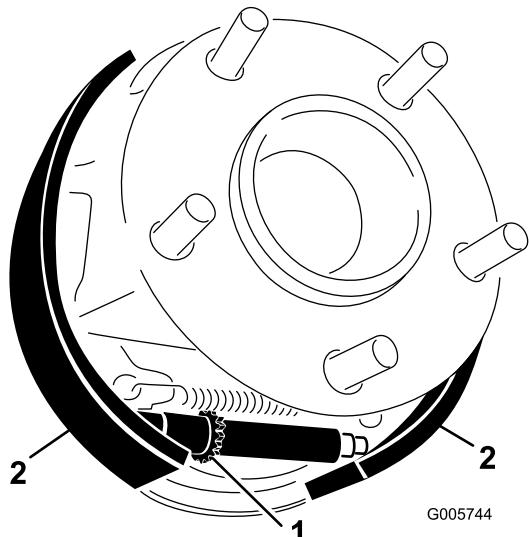
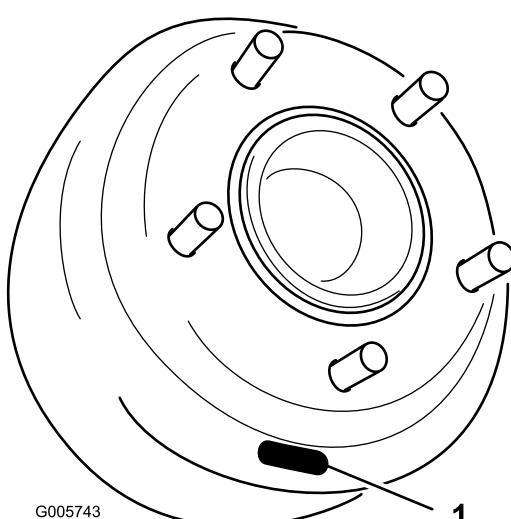

Figura 64
Figura 63
- Usando una herramienta para ajuste de frenos o un destornillador, gire la rueda de estrella (Figura 63) hacia abajo hasta que el tambor de freno (Figura 64) se bloquee debido a la presión hacia fuera de las zapatas de freno (Figura 64).
- Retire las tuercas de la rueda y retire la rueda/neumático del cubo de la rueda. Gire el tambor de freno hasta que la ranura de ajuste esté abajo, centrada sobre la rueda de estrella que ajusta las zapatas de freno (Figura 63).